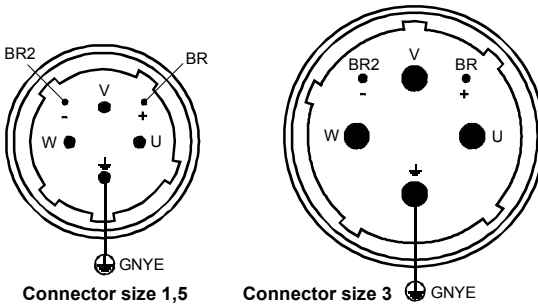
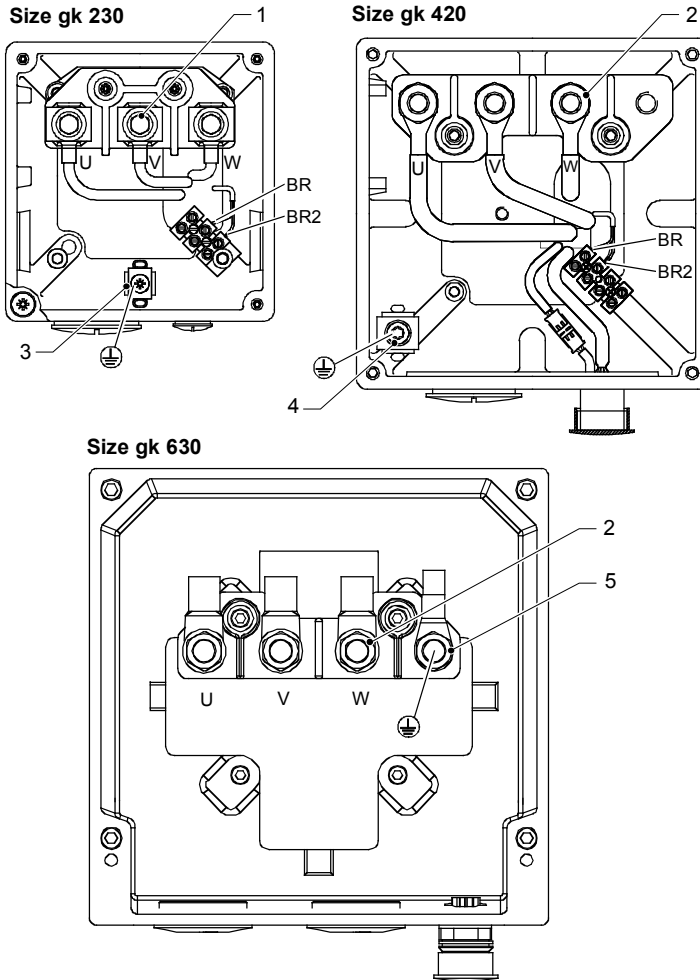

Fig. 7 Conectores de potencia (vista sobre clavijas de enchufe)
Fig. 8 Caja de bornes
- Realizar la asignación de conectores según la Fig. 7, conectar el conductor de protección.
- Conectar el freno opcional mediante los conectores de potencia según la Fig. 7.
- Realizar la asignación de bornes en las cajas según la Fig. 8.
- Conectar el freno opcional según la Fig. 8.
- Conexión de los frenos a través de un enchufe de potencia (Fig. 7) o una caja de bornes (Fig. 8).